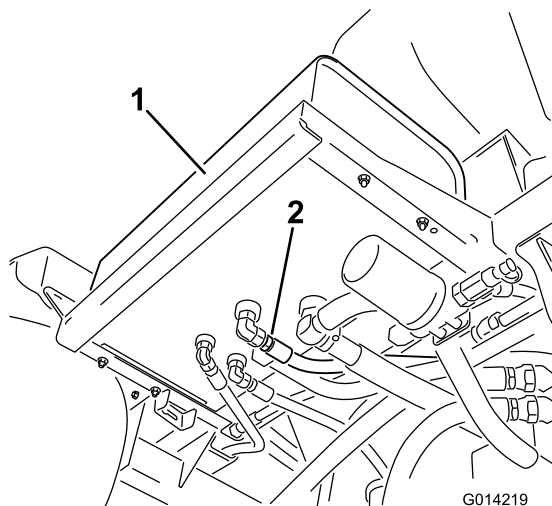

図 89
2. 油圧オイルタンクの底面についている油圧ホースフィッティングの周辺をきれいに拭く 図 89。
4. ホースのフィッティングをタンクから外してオイルを容器に受ける 図 89。